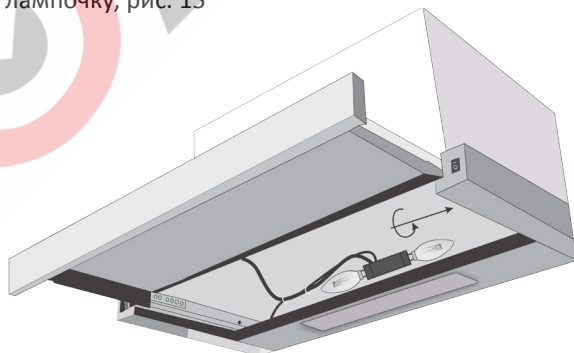

Рис. 15 Замена ламп освещения
2. Выкрутить лампочку, рис. 15